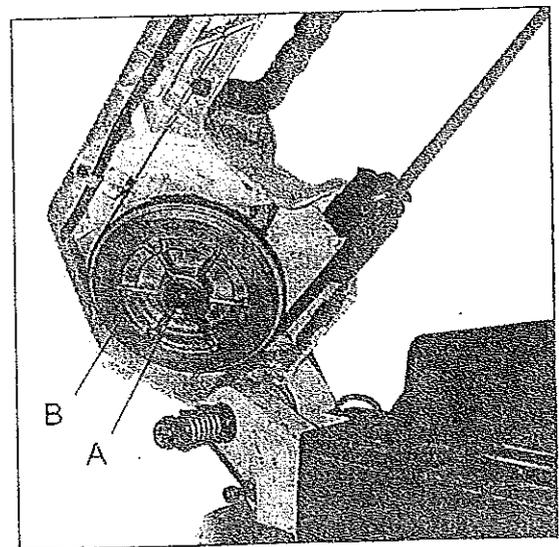

Fig: 6
1. Afloje el tornillo (A) en fig. 6 con una llave hexagonal de 8 mm.
2. Quite la rueda (B) y luego lubrique los engranajes con aceite contra altas temperaturas. Recolecte esta rueda con cuidado y ajuste el tornillo (A)